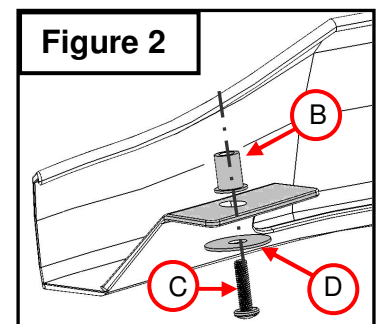

Figure 2
3. Attach supplied hardware to hood shield. (Figure 2)
3. Fixez la quincaillerie incluse au protecteur de capot (**Figure 2**)